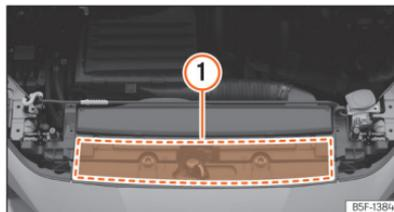

Abb. 177 Im Motorraum: Position des Aufklebers mit Motoröl-Spezifikationen
>>> [Abb. 177] ①. Bei Verwendung des empfohlenen Motoröls kann das Motoröl so oft wie erforderlich nachgefüllt werden.